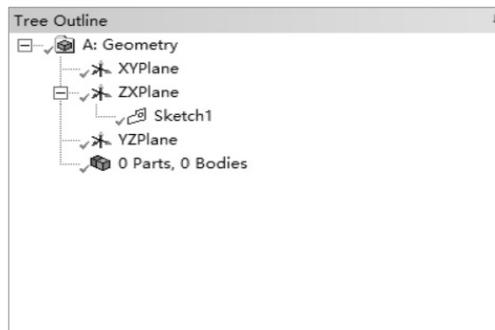

图 2-27 创建草图
(5) 在 Geometry 树中，选择 ZXPlane 选项，以此来选定 ZX 平面作为草图放置的平面。接着单击草图按钮 ，新建一个名为 Sketch1 的草图，具体情形可参照图 2-27 所示的内容。为了便于操作，可单击  按钮，选择视图正视自己的视角。